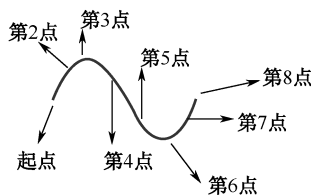

图 2.4.9 贝塞尔曲线
(4) : 该工具用来绘制贝塞尔曲线, 单击该工具按钮后, 先在合适的位置单击确定曲线的起点, 然后第二次单击确定曲线的第 2 点, 第三次单击确定曲线的第 3 点, 第四次单击确定曲线的第 4 点, ..., 最后一次单击后, 单击右键退出绘制曲线状态。系统将各个单击点连接起来就构成了一个贝塞尔曲线, 如图 2.4.9 所示。